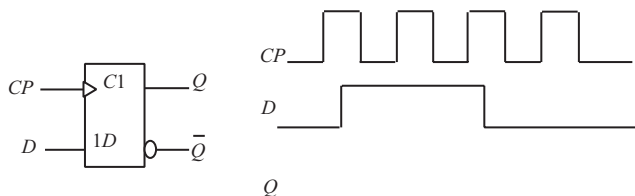

图 6-23 题 1 图
1. 触发器初始状态 $Q=1$ 。根据时钟脉冲 CP 和输入信号,画出图 6-23 所示电路 Q 端的输出波形。